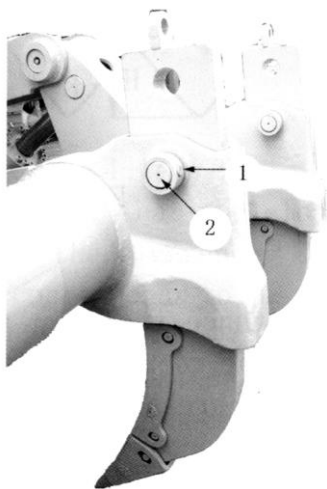

Рис. 4-52.
4.9.6 Регулировка глубины рыхления (Рис. 4-52~53).